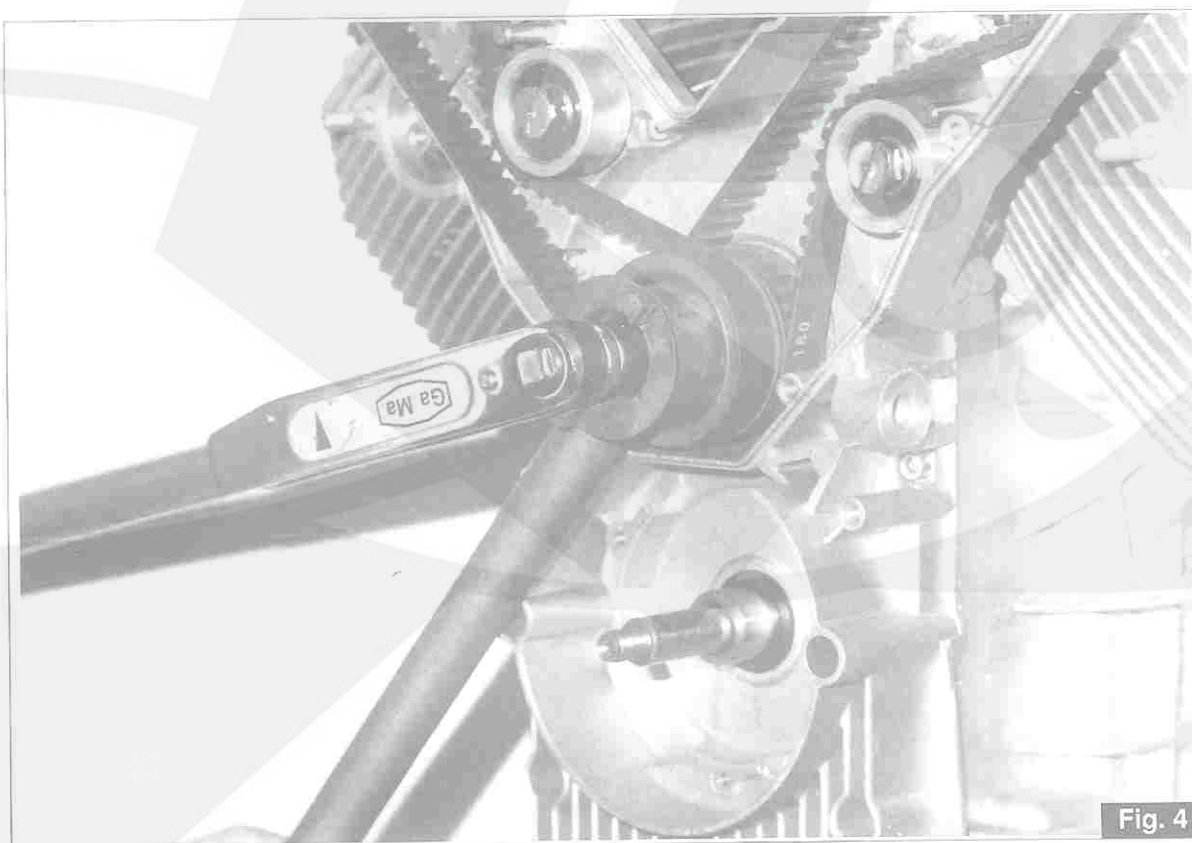

Fig. 4
– Utilizzando l'apposito attrezzo di tenuta cod. 30 92 76 00 allentare il dado di fissaggio delle pulegge sull'albero di servizio (fig. 4).
– Using the appropriate seal tool cod. 30 92 76 00, loosen the nut securing the pulleys on the service shaft (fig.4).